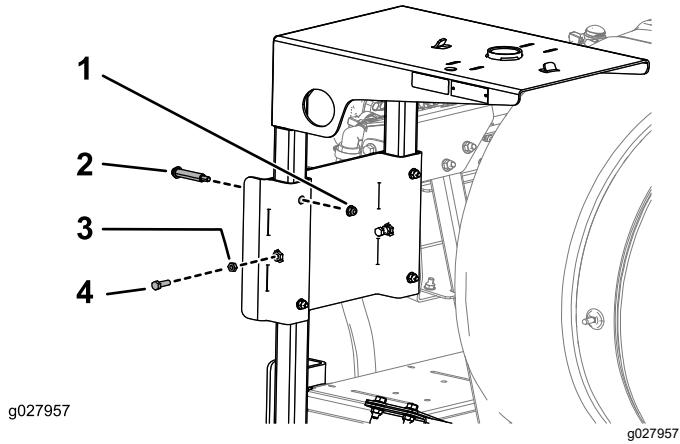

Figura 14
6. Introduzca el bastidor de la bandeja del carrete en las ranuras del soporte de la bandeja del carrete, y sujetela con 4 pernos de cuello largo, 4 tuercas con arandela prensada (5/16"-18), 2 pernos (5/16"-18 x 1"), y 2 contratuerca (5/16"-18), según se muestra en Figura 14.